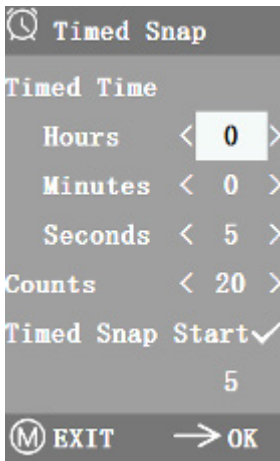

Abbildung 5-18
- "Stunden, Minuten und Sekunden" bezieht sich auf das Zeitintervall oder zeitgesteuerte Aufnahme (Zeitraffer), und "Anzahl" bezieht sich auf die Anzahl der Zeitrafferaufnahmen. Nachdem Sie die Parameter eingestellt haben, bewegen Sie den Cursor auf "Zeitraffer Start" und drücken Sie auf , um den Zeitraffer zu starten. Die Anzahl der bisher erfolgreich aufgenommenen Fotos werden unten im Menü angezeigt. (Abbildung 5-18)